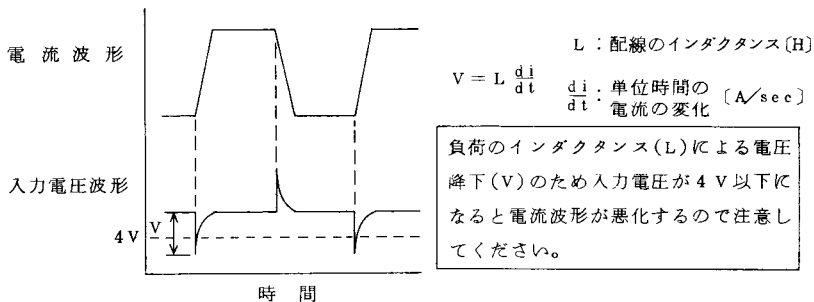

図2-1-3
- スイッチングモードの場合、電流の急変する部分で、配線のインダクタンスにより電圧降下を生じ、使用できる電圧範囲を割って、電流波形にひずみを生じる場合があります。(図2-1-3参照)負荷線は充分に太くて、できるだけ短い線を、プラス・マイナス側をより合せて使用してください。